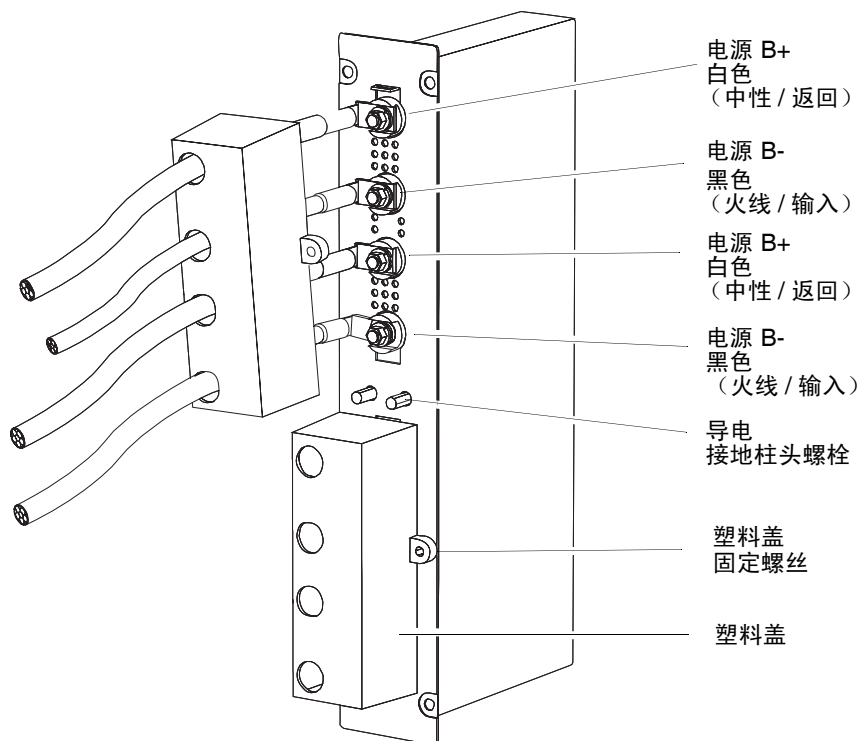

图 1-24 DC 输入盒，电源 B 塑料盖已揭开，露出了连接器
2. 拆除 DC 输入盒的塑料盖（图 1-24）。
- e. 确保每个电源输入对的接地带连接到导电接地柱头螺栓（图 1-24）。